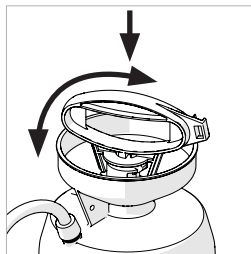

Abb. 1
- Drücken Sie den Griff nach unten und drehen Sie ihn, bis er sich in der Mittelstellung befindet, um ihn zu entriegeln. (**Abb. 1**)